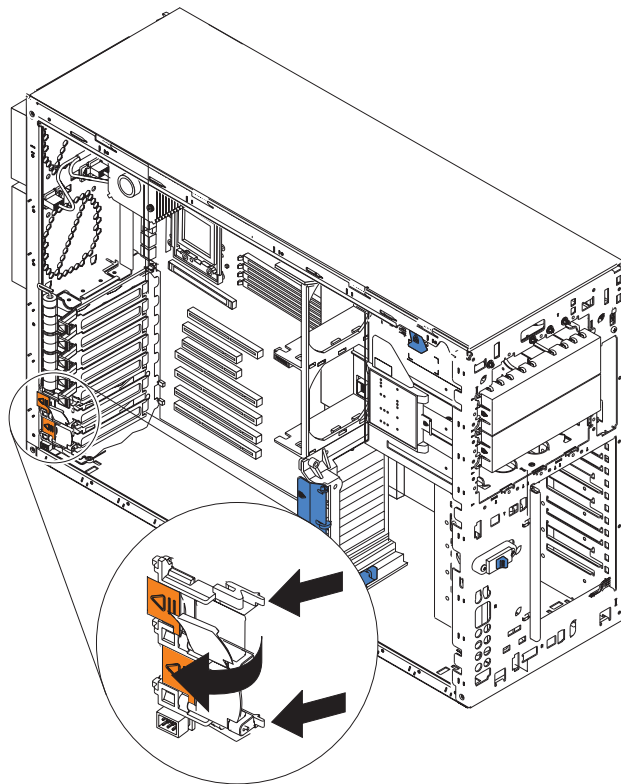
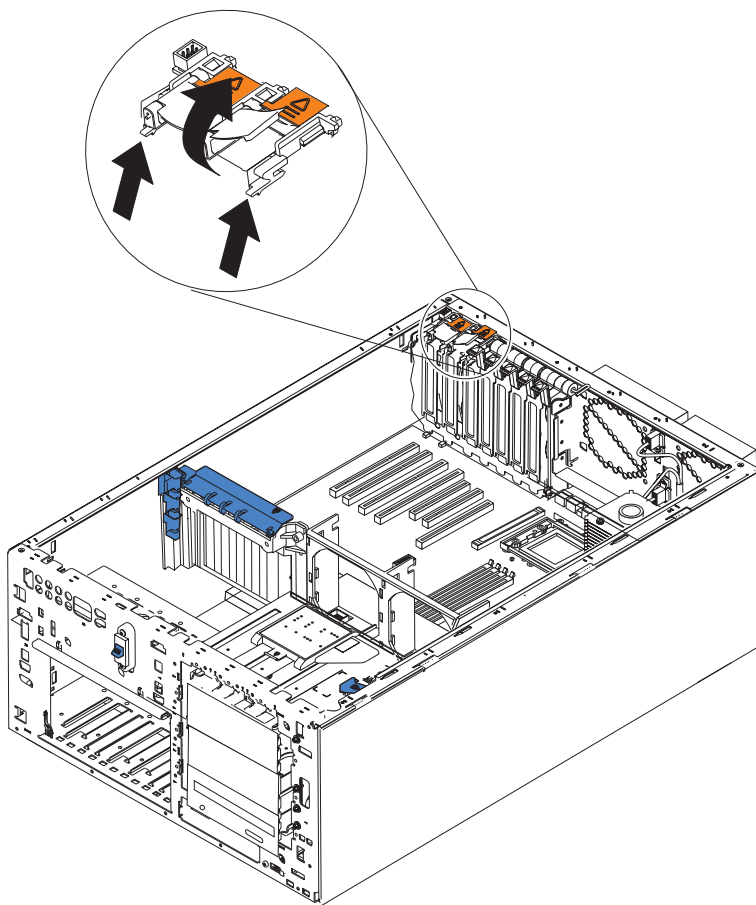

图 35. 卸下“活动 PCI”卡 (型号 25T)
图 36. 卸下“活动 PCI”卡（具有机架安装转换功能的型号 25T）
7. 按卡上的两个卡口（参见第 99 页的图 35 或第 100 页的图 36）并将其从机架上卸下来。